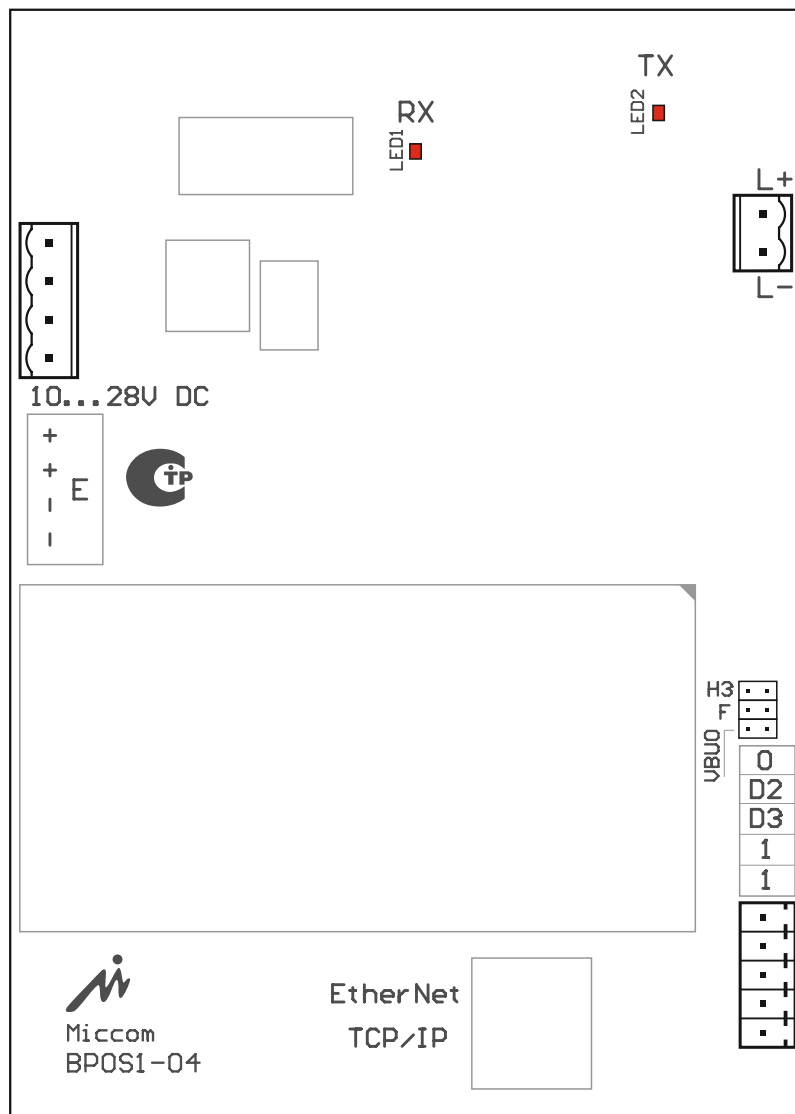

Рис. 3.1.
3.1. Расположение выводов **БПОС101-0.25х** представлено на рис.3.1.